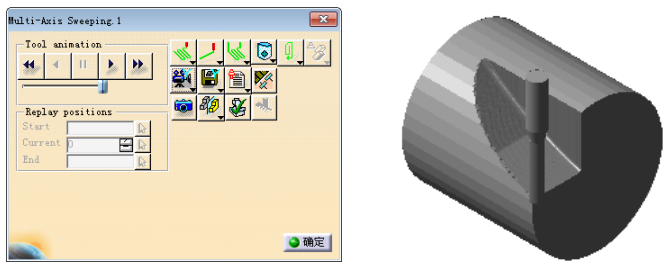

图 4-26 实体切削仿真（1）
- 单击图 4-25 所示对话框中的 View from last result 按钮，然后单击 Forward replay 按钮，显示实体切削仿真（1）如图 4-26 所示。